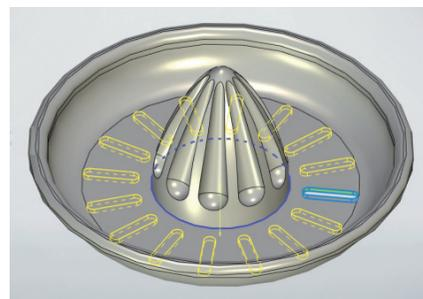

Рис. 26. Предварительный результат создания копий паза
2.13.2. Выберем грань паза, а затем ось вращения — ребро основания конуса. Автоматически программа покажет предварительный результат операции (рис. 26).